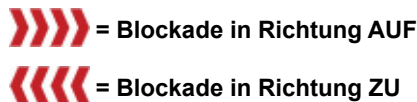

Abb. 2: Anzeige der Verfahrensrichtung bei Blockade
- 4 Tritt während des Verfahrens eine Blockade auf, wird eine entsprechende Zustandsmeldung angezeigt und der restliche Stellweg rot schraffiert dargestellt, siehe Abb. 2.